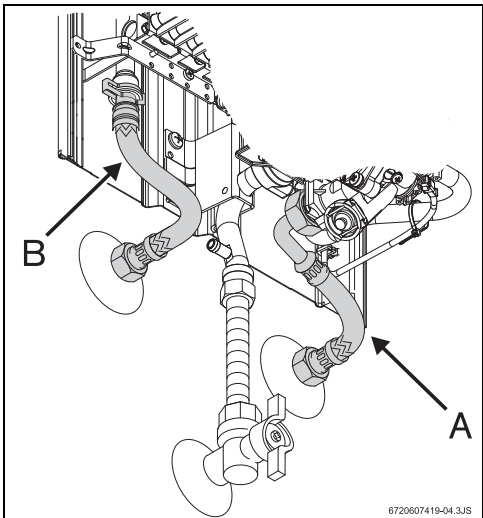

Рис. 13 *Подключение водопровода*
- ▶ Следить за тем, чтобы при подключении не перепутать место подсоединения водопровода холодной воды (рис. 13, [поз. А] - не поставляется с оборудованием) с местом подсоединения водопровода горячей воды (рис. 13, [поз. В]).